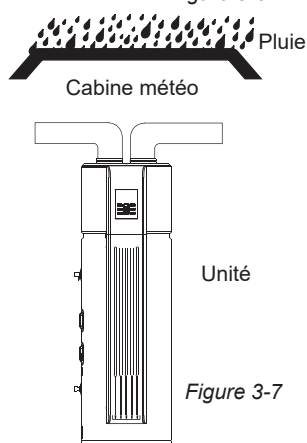

Figure 3-7
- En ce qui concerne le raccordement de l'unité à un conduit menant à l'extérieur, une mesure fiable d'étanchéité doit être prise sur le conduit, pour empêcher l'eau de tomber dans l'intérieur de l'unité. (Figure 3-7)